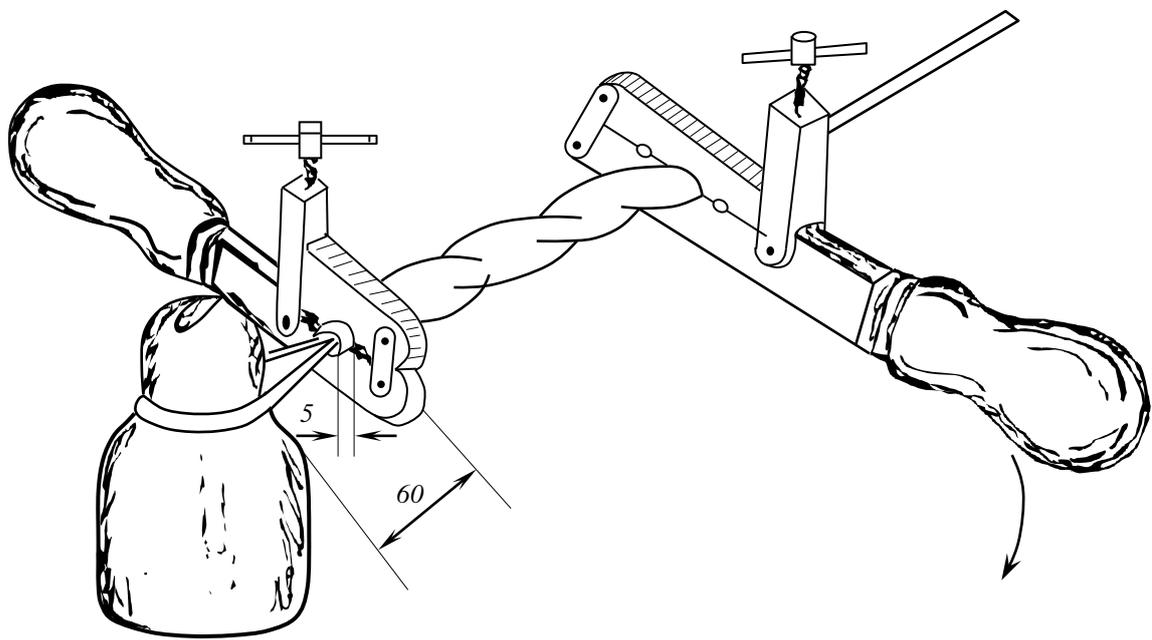

Рис. 4. Заделка проводов из цветного металла
7.7. Выполнить оконечную заделку медных проводов (рис.4).